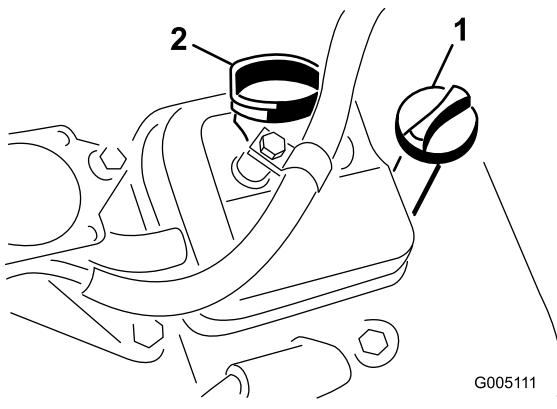

Figura 24
2. Desenrosque la varilla y límpiala con un paño limpio. Enrosque la varilla en el tubo asegurándose de que entre a tope (Figura 24).